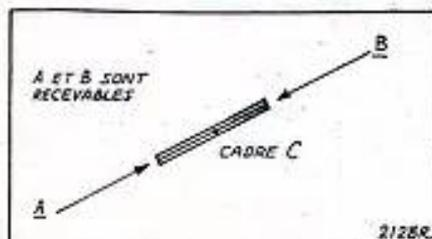

FIG. 1
conde armature du grand condensateur radiant constitué par l'antenne et son contrepoids (tel est son nom) à moins que, comme il est fait plus fréquemment, ce dernier soit remplacé par une prise au sol, plus vite faite et moins embarrassante. C'est, en quelque sorte, une armature conductrice dont chacun dispose gratuitement quel que soit l'endroit où l'on se trouve (figure 1 B). Pourtant, chaque fois que se présente un cas particulier : terrain sec ou sablonneux, avion en vol pour qui le sol est un mot vide de sens, véhicule automobile isolé (fort mal d'ailleurs) par les pneumatiques et sur une route non conductrice, le contrepoids est sa masse métallique, sur les véhicules routiers par le châssis métallique, utilisé. Il est représenté, en avion par sa masse métallique, sur les véhicules routiers par le châssis métallique,
FIG. 1. — Les deux dispositions donnent deux surfaces métalliques en regard : antenne-contrepoids (A) ou antenne-terre (B), séparées par l'air formant diélectrique. L'ensemble est donc un grand condensateur.
D'après ce que nous venons de dire, tout ensemble : inductance-capacité, accompagné d'un fil ou d'une nappe de fils tendus dans l'espace et accompagné de son image selon la figure 1 A est le circuit radiant idéal. On considérera seulement que l'antenne doit être aussi haute et dégagée que possible des obstacles environnants, pour deux raisons : 1° que la radiation au loin puisse se faire sans gêne et 2° pour que la proche présence de cette antenne avec la terre ne présente pas une capacité telle que ce serait alors là un chemin de fuite. Quant à ce que l'on peut considérer comme l'antenne située en position inférieure, ce n'est autre que la se-
Par contre, il est d'autres régions, celle de l'Est, en particulier, où plusieurs émissions — ne seraient-elles que deux — sont susceptibles d'être captées par un même récepteur de télévision ou de radio à modulation de fréquence. En ce cas, on peut dire qu'il est indispensable de pouvoir orienter l'antenne, les deux émetteurs n'étant jamais dans la même direction. Ne perdons pas de vue qu'en radio à modulation d'amplitude, si l'on reçoit sur cadre, la station A sera reçue au même titre par le cadre C, que la station B, l'une et l'autre étant dans la même direction (figure 1).